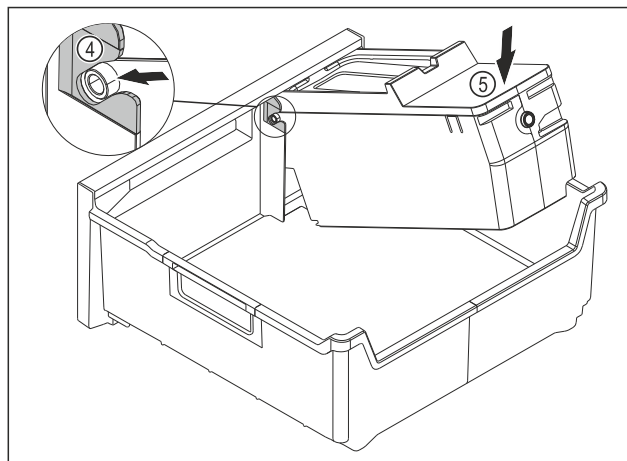

Fig. 135
- Montare il corpo dell'EasyTwist-Ice: Inserire gli assi del corpo dell'EasyTwist-Ice nelle guide Fig. 135 (4).
- Spingere il corpo dell'EasyTwist-Ice Fig. 135 (5) posteriore verso il basso.